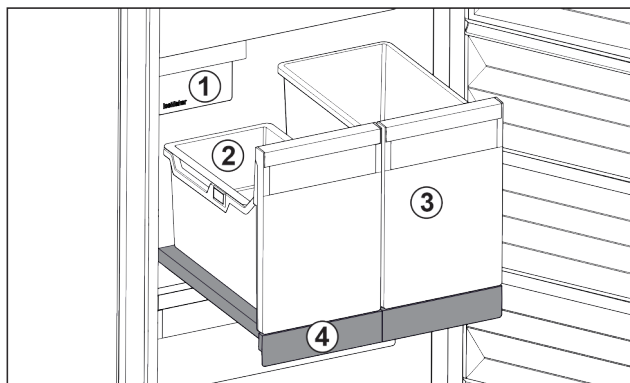

Fig. 98 Izvlečna polica z IceTower
Na izvlečni polici sta dve visoki posodi (IceTower). V posodi Fig. 98 (2) se zbirajo in skladiščijo ledene kocke iz IceMaker. Posoda Fig. 98 (3) je primerna za shranjevanje višjih živil, kot so pice ali alkoholne pijače.